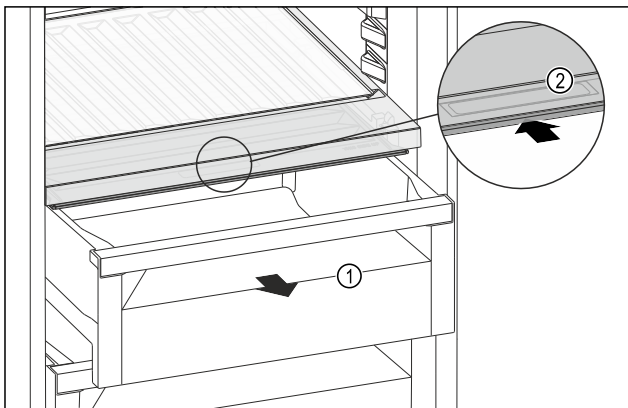

Fig. 222
- ▶ Izvucite ladicu Fig. 222 (1).
- ▶ Primite ručku Fig. 222 (2) na poklopcu pretinca i istodobno povucite poklopac pretinca prema natrag.